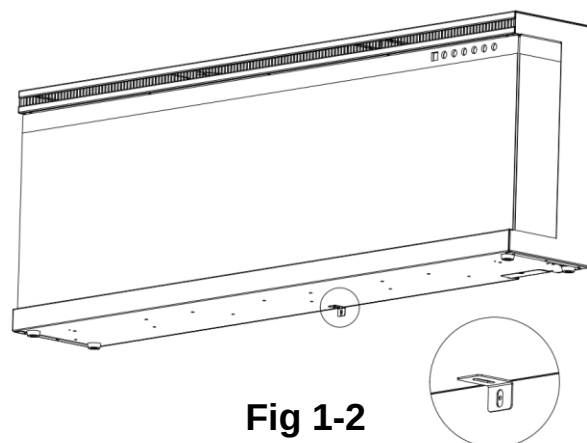

Fig 1-2
B. Bevestig met de eerder verwijderde schroef de L-beugel (**J**) aan de onderkant van de haard. (**Fig 1-2**)